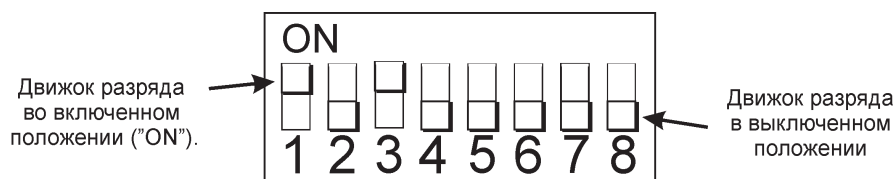

Рисунок 35
- Для выставления адреса на плате модуля используется 8-разрядный DIP-переключатель. Заводская установка для всех разрядов DIP-переключателя - выключенное положение, что соответствует нулевому адресу. Возьмите плоскую отвертку и установите движки каждого разряда DIP-переключателя в положение соответствующее определенному адресу согласно таблице адресов (**приложение №3**). Например, для установки 5-го адреса, переместите движки 1-го и 3-го разрядов DIP-переключателя вверх, во включенное положение, промаркированное на корпусе DIP-переключателя как "ON" (рисунок 35). Движки остальных разрядов установите в нижнее (выключенное) положение. В таблице адресов включенное состояние движка указано как "on", выключенное состояние обозначено прочерком. Движки 7-го и 8-го разрядов DIP-переключателя всегда должны находиться в выключенном положении.